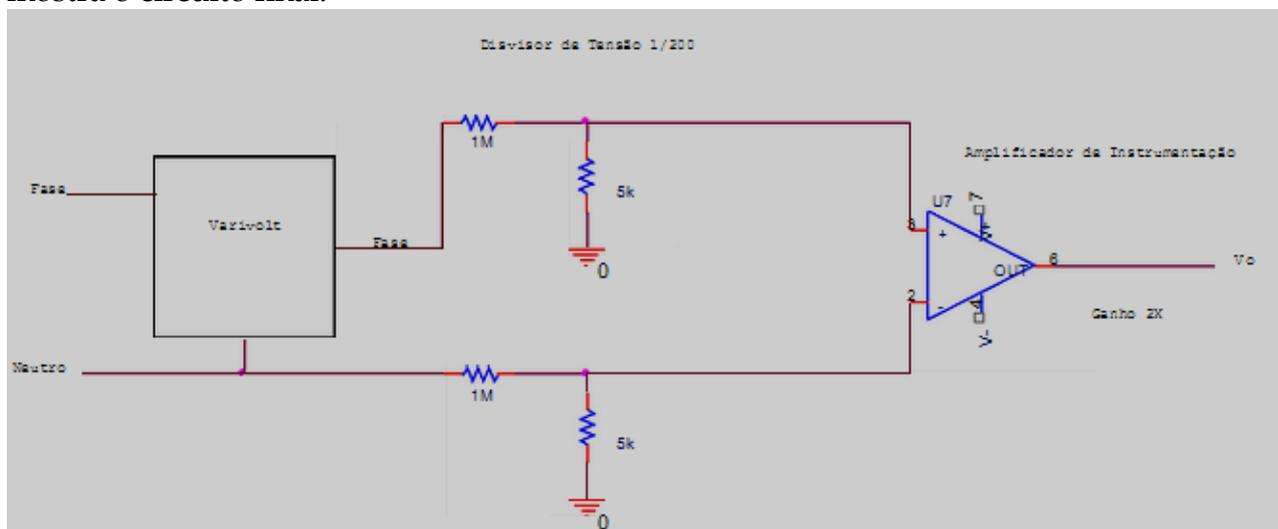

Figura 2 - Montagem Final
- 1 Construir dois divisores resistivos cujas saídas devem ser conectadas à entrada do amplificador de instrumentação proposto no desafio e montado nas etapas anteriores. Sendo que as entradas dos divisores devem ser conectadas à rede elétrica. A Figura 2 mostra o circuito final.